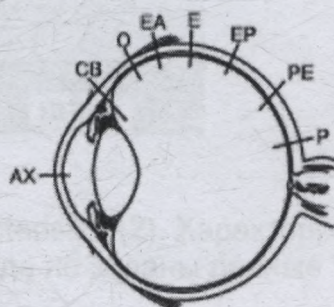

Рис. 5
- 4) Показания сменяют друг друга в следующем порядке $AX \rightarrow P \rightarrow PE \rightarrow EP \rightarrow E \rightarrow EA \rightarrow O \rightarrow CB$ каждый раз при нажатии кнопки направления луча 2 (4). Это позволяет определить точку интереса на глазном яблоке (Рис. 5).